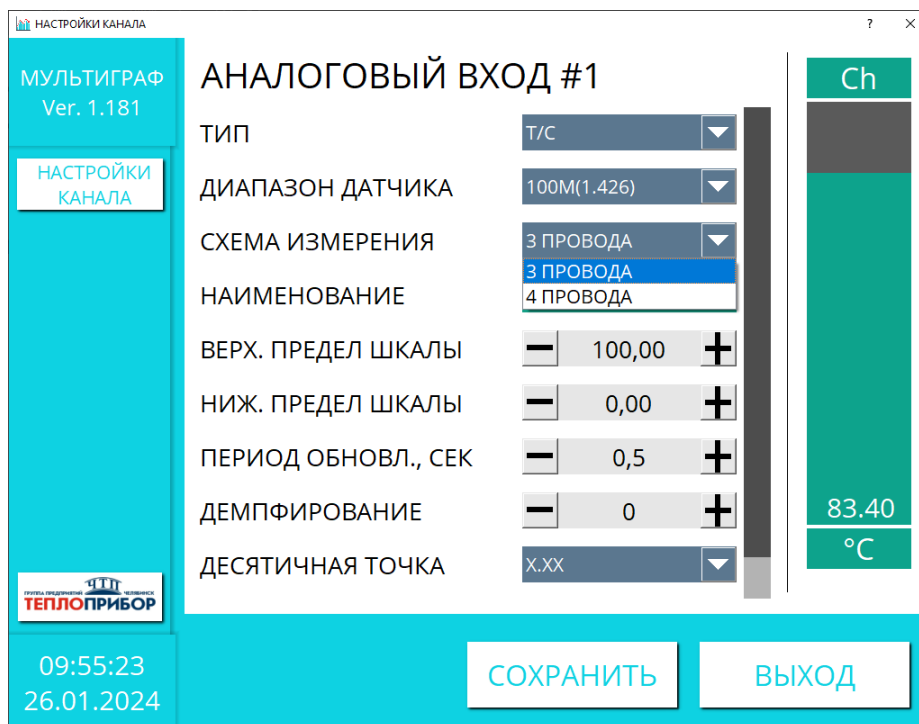

Рисунок 2.17 – Настройка схем измерения термосопротивлений
2.3.3.1.12 При измерении входного сигнала типа «термосопротивление» становится доступен раздел «СХЕМА ИЗМЕРЕНИЯ», в котором выбирается схема, по которой подключен данный канал измерения: 3-х и 4-х проводная схема измерения температуры (рис. 2.17).